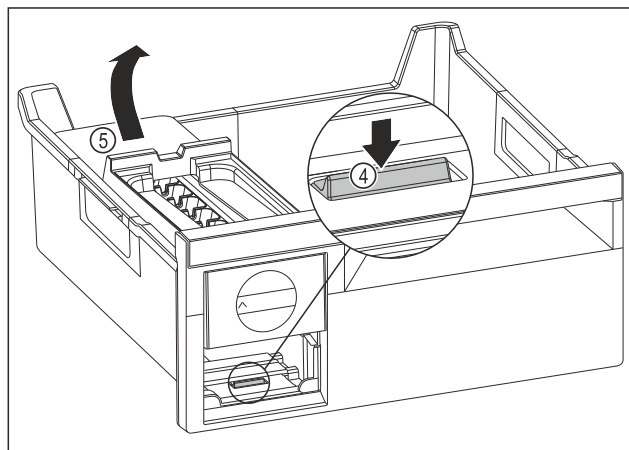

Fig. 136
- ▶ Odstranjevanje glavnega dela EasyTwist-Ice: Spono Fig. 136 (4) s prstom potisnite navzdol in hkrati z drugo roko glavni del EasyTwist-Ice Fig. 136 (5) od zadaj dvignite.